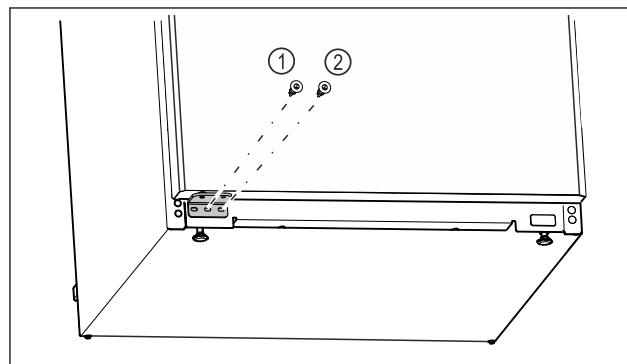

Fig. 17
- Srednji vijak ležajnog postolja Fig. 17 (1) pritegnite odvijačem Torx 20.
- Unutarnji vijak ležajnog postolja Fig. 17 (2) pritegnite odvijačem Torx 20.